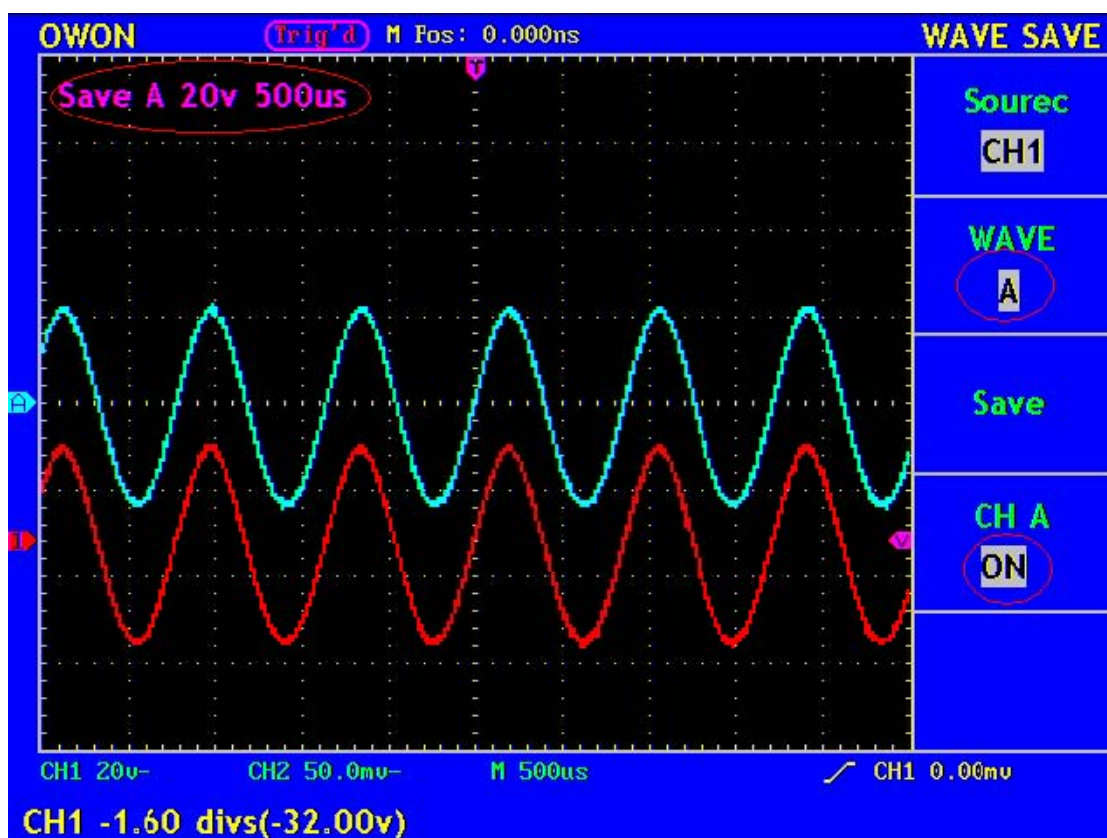

Рисунок 43. Вид экрана с ранее сохраненной осциллограммой
4. Нажатием кнопки **F4** выберите состояние “ON” для CHA. Осциллограмма, сохраненная в ячейке с адресом A, будет отображена на экране. При этом уровень положения и коэффициент развертки, вызванной из памяти осциллограммы, будет отображен в верхнем левом углу экрана (см. рис. 43).